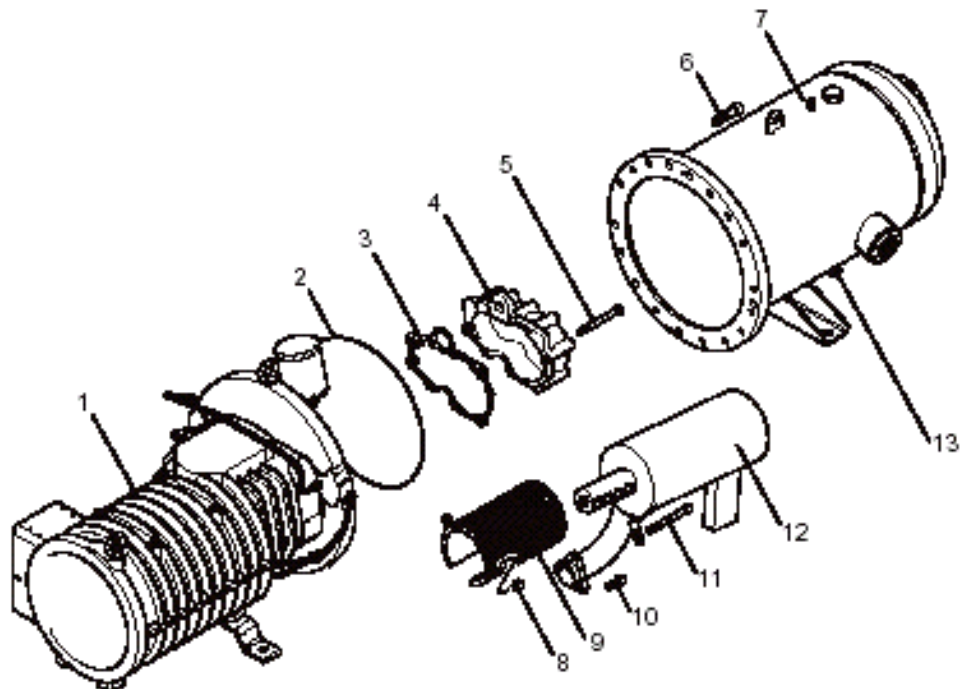

Fig.1 Desmontagem e montagem de um compressor parafuso; exemplo: compressor parafuso compacto HSKC 74
- Drene o óleo. O bujão do óleo (13) está localizado no fundo do separador de óleo (ver Fig. 1).
- Retire todos os parafusos equidistantes da flange (6) do vaso do separador de óleo (7). Remova o vaso do separador de óleo.
- Solte os parafusos (8), (10) e (11). Remova o separador centrífugo (12) e o defletor (9).
- Retire os parafusos (5). Remova a tampa (4). Caso a tampa (4) esteja emperrada, solte-a através do martelo de borracha com pequenas pancadas.
- Monte na ordem inversa. Utilize novas guarnições (2 e 3), veja a Fig.1!